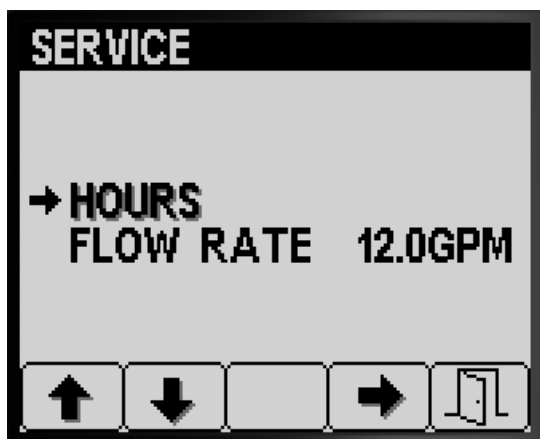

図 80
1. 整備画面からボタン 1 または 2 を何度か押して HOURSを選択する 図 80。
2. ボタン 4 で Hours 画面に入る 図 80。